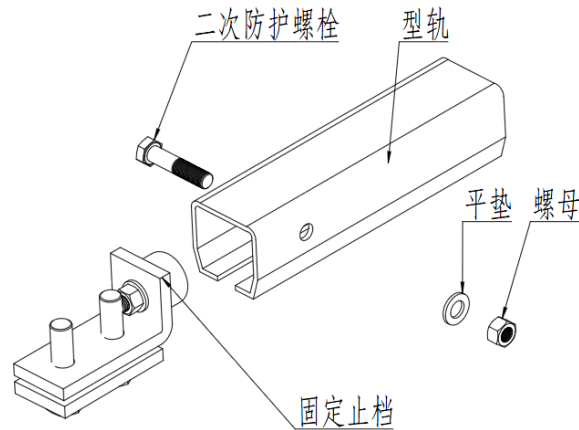

图 2F
- 安装终端止档(图 2F)。
- 5.3 重新安装终端止档（如图 2F）。